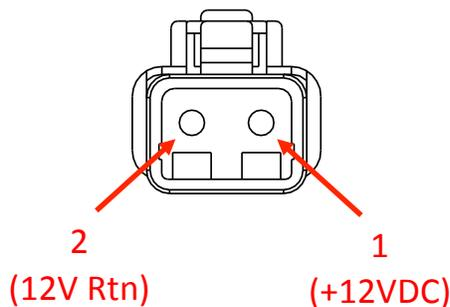

FIGURE 7 – CONNEXION DE L'ALIMENTATION DC (avant)
- ii. Avant de connecter le CÂBLE 1 au gyroscope, vérifiez la tension et la polarité avec un multimètre DC comme sur la Figure 7 ci-dessous.